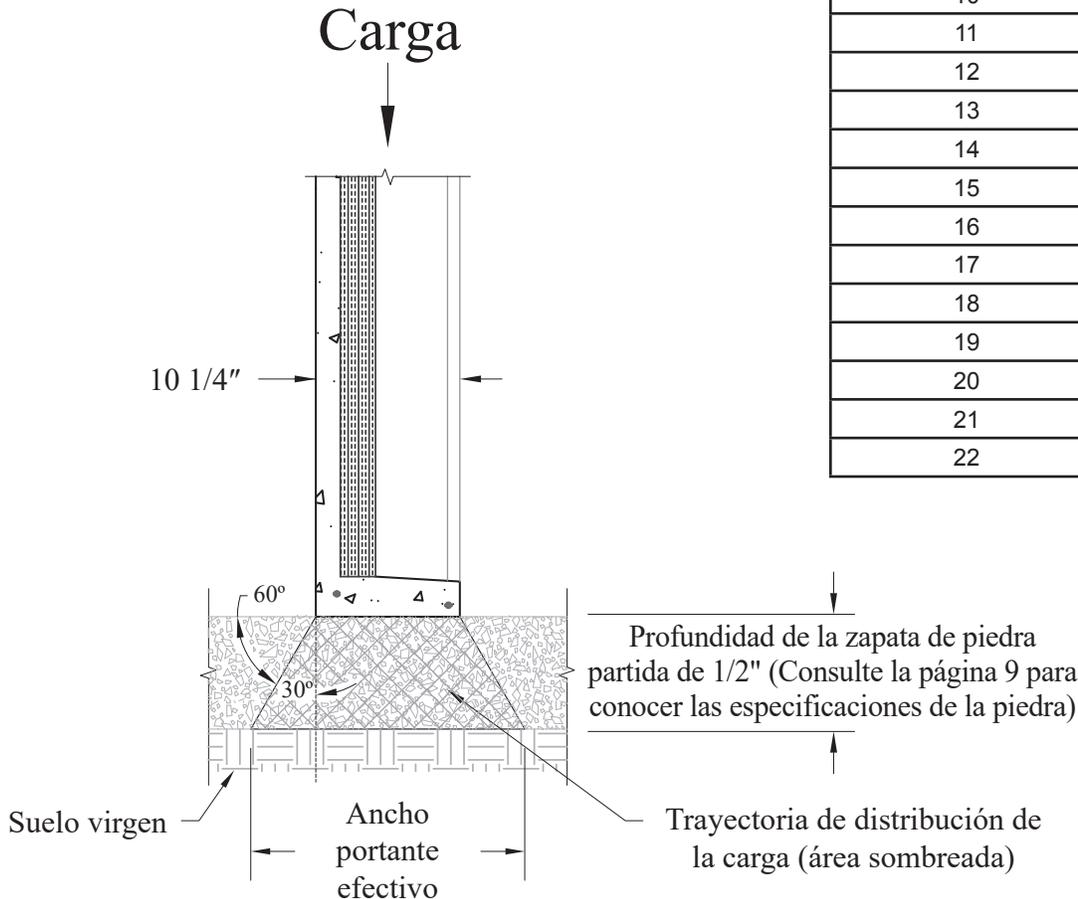

Figura 1
4. A medida que aumenta la profundidad de la capa de piedra partida, también aumenta el ancho portante efectivo en el suelo subyacente. (Consulte la Figura 1)
- Cuando la profundidad mínima de la zapata de piedra partida limpia de 1/2" es superior a 20", la tubería se debe colocar a una distancia de más de un pie (12") para garantizar que no quede dentro del "trayecto de distribución de cargas" de la zapata de piedra partida. (Consulte la Figura 1)